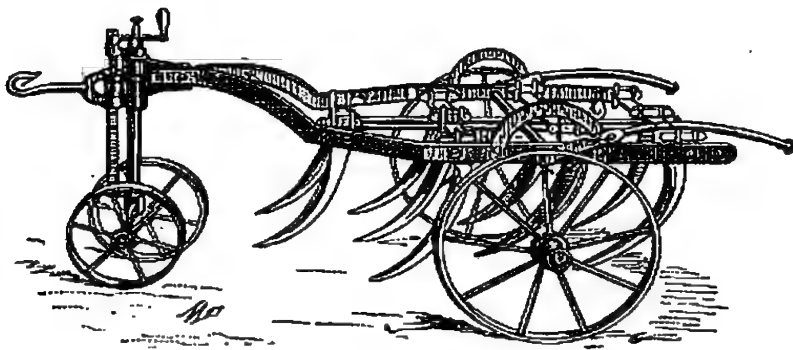

Fig. 328. — Scarificateur.
**6. Scarificateur. Extirpateur.** — Le scarificateur (*fig. 328*) sert à ameublir le sol sans le retourner. Il est muni de dents légèrement